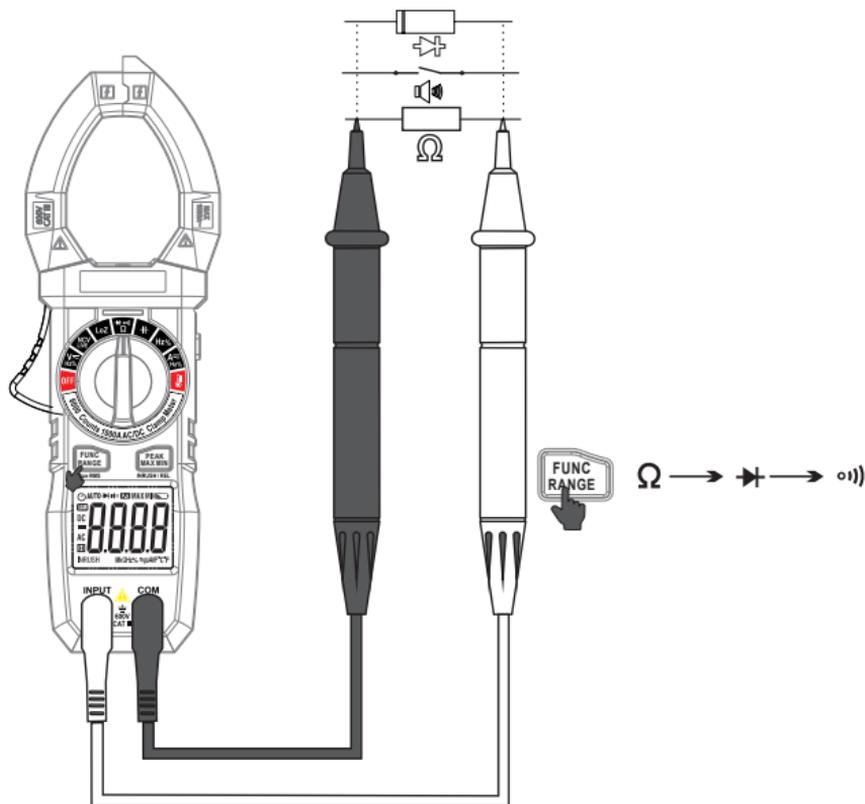

Figura 6
3. Encoste as pontas de prova em paralelo ao circuito a ser medido, conforme mostrado na Figura 6.
3. Conecte a ponta de prova vermelha ao terminal positivo do diodo e a ponta de prova preta ao terminal negativo, conforme mostrado na figura 6.